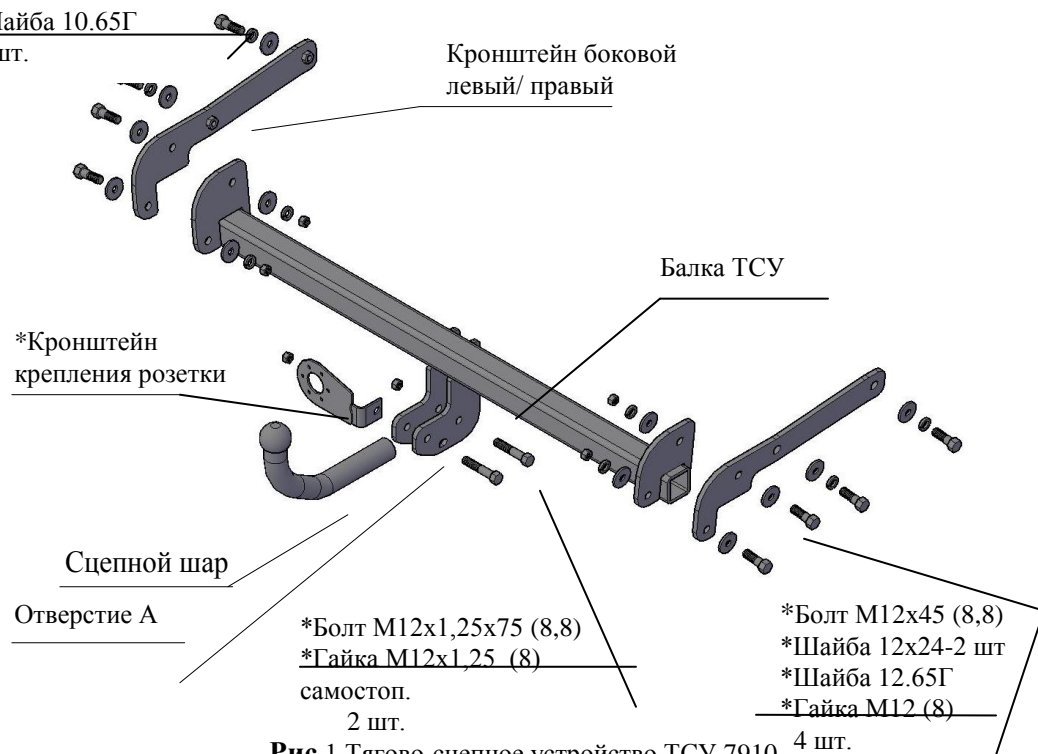

Рис.1 Тягово-сцепное устройство ТСУ 7910.
2.1 ТСУ 7910 в сборе (рис.1)	1 шт.
2.2 Пакет с комплектующими (см. рис.1)	1 шт.